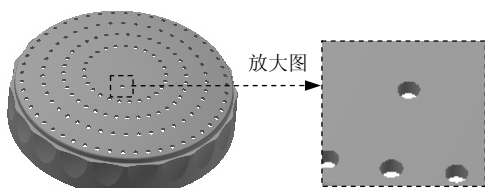
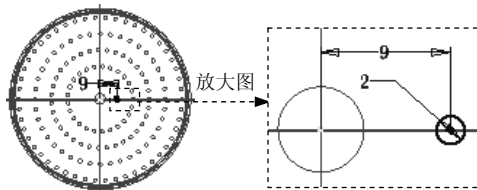

图 7.22 拉伸 5
图 7.23 截面草图
① 定义阵列轴。在“环形阵列”对话框中单击 按钮，然后在浏览器中选取“Y 轴”为环形阵列轴。
② 定义阵列实例数。在 **放置** 区域的 按钮后的文本框中输入数值 25。
③ 定义阵列角度。在 **放置** 区域的 按钮后的文本框中输入数值 360.0。
(4) 单击 **确定** 按钮，完成环形阵列的创建。
Step 18 创建图 7.22 所示的拉伸特征 5。
(1) 选择命令。在 **创建** ▾ 区域中单击 按钮，系统弹出“创建拉伸”对话框。
(2) 定义特征的截面草图。单击“创建拉伸”对话框中的 **创建二维草图** 按钮，选取 XZ 平面作为草图平面，进入草绘环境。绘制图 7.23 所示的截面草图，单击 按钮。